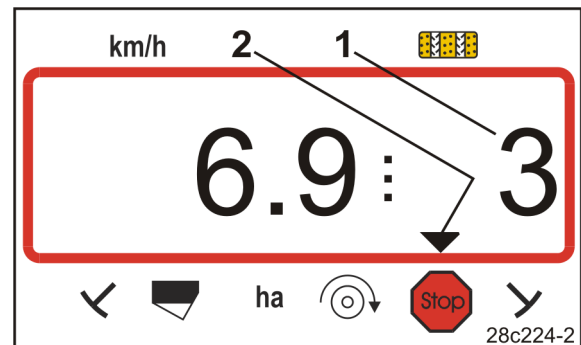

Fig. 23
- På displayet blinker tallet (Fig. 23/1) ud for køresporstælleren.
- Kontroltegnet (Fig. 23/2) markerer stoptegnet.